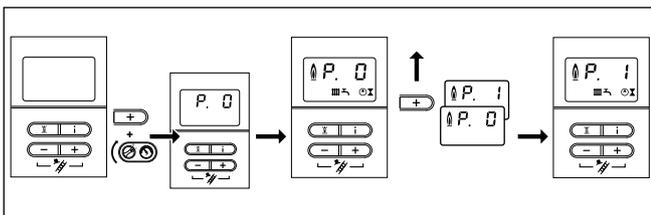

Fig. 6.5 Ajustar el valor máximo de kW (P.1)
- Pulsar la tecla "i" para iniciar el programa de diagnóstico. El aparato comienza ahora el funcionamiento a plena carga. La indicación cambia entre "P.1" y la presión actual de llenado de la instalación o la temperatura actual de ida (→ fig. 6.5 Ajustar valor máximo de kW).